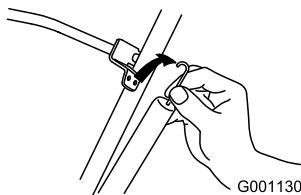

Bild 23
1. Haken Sie das Ende der Bowdenzugfeder am Schaltbügel aus (Bild 23).